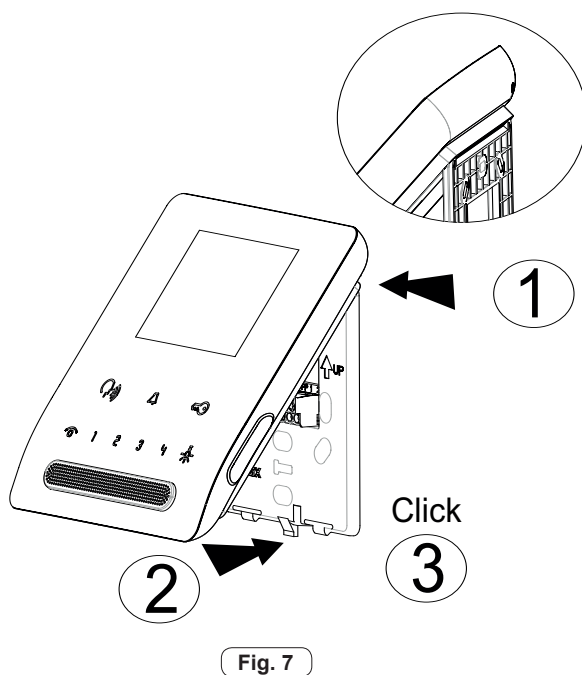

Fig. 7
4. Installare il posto interno sulla piastra (fig. 7)